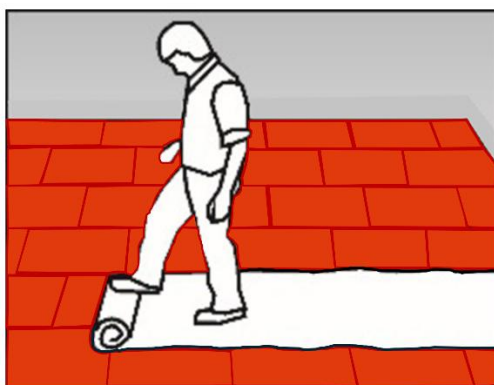

Figure 5
– Couche de désolidarisation posée avec recouvrement. Mise en œuvre du film de polyéthylène (figure 5) (§2.85).
- Un film de polyéthylène de 150 µm d'épaisseur minimum est posé sur toute la surface des FOAMGLAS® T4+, avec un recouvrement entre lés d'au moins 10 cm (figure 5).